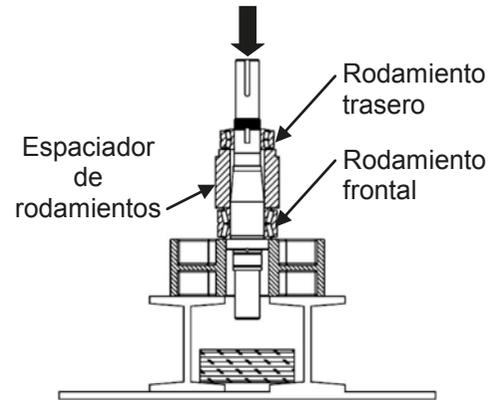

Figura 35: Remover rodamientos y espaciadores
6) Usando una prensa y un bloque en “V” remueva los rodamientos frontales y traseros junto con el espaciador de rodamientos. Para evitar daños a las flechas asegúrese de que ambos extremos estén protegidos (figura 35). Revise la tabla 5 para la fuerza requerida (en toneladas) para retirar los rodamientos de las flechas.